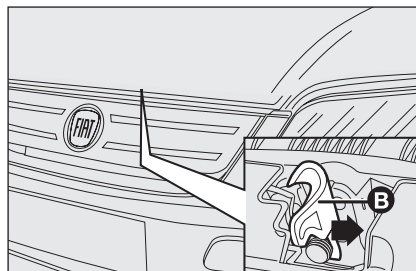

fig. 123
- ☐ mueva hacia la derecha la palanca **B**-fig. 123 como indicado por la flecha;